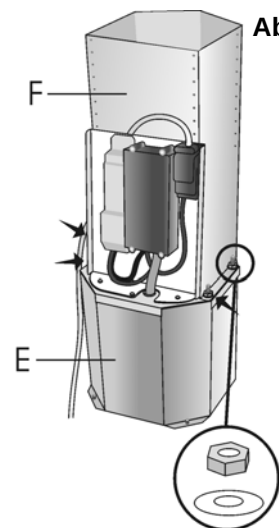

Abb. 11
8. Die 4 Muttern und 4 U-Scheiben entfernen und den Motorblock (E) von der unteren Struktur (F) abnehmen - Abb. 11.